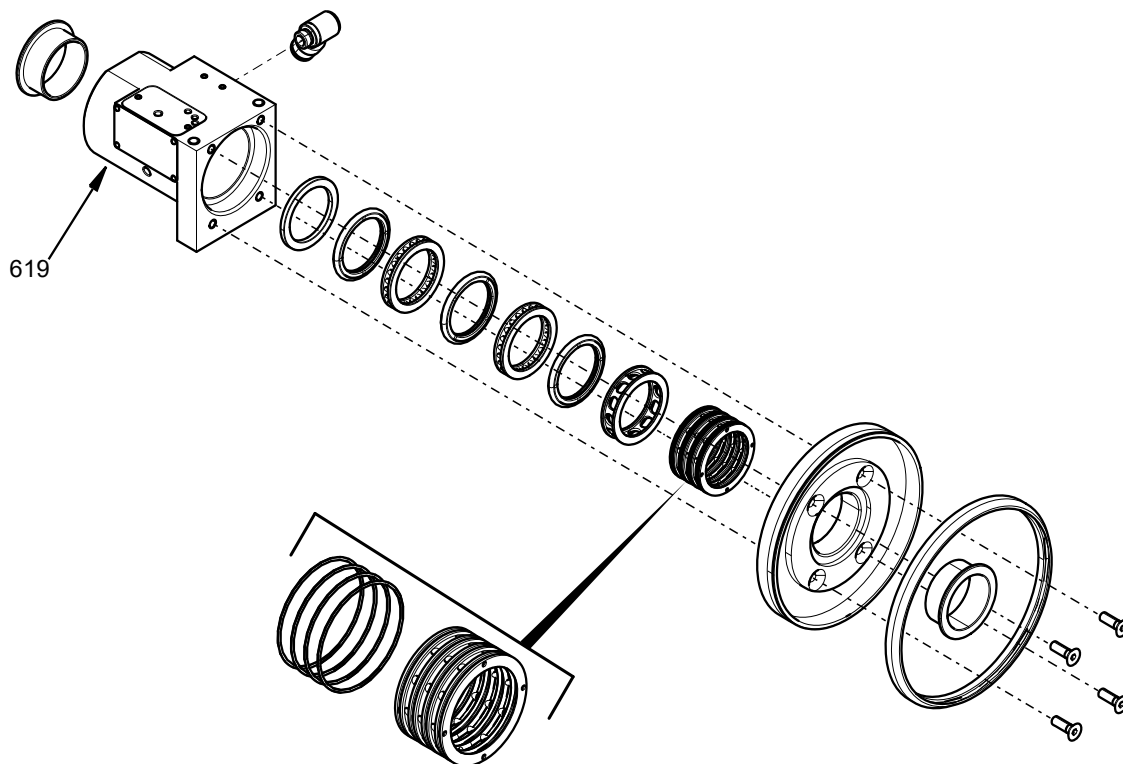

図 19
11. すべての内部部品およびシールをスイベルハウジング (619) から取り外せるようになりました。スイベルチャンバーを取り外したら、すべての内部ガスケットとシールを交換します。以下を参照してください：図 19 を参照ください。